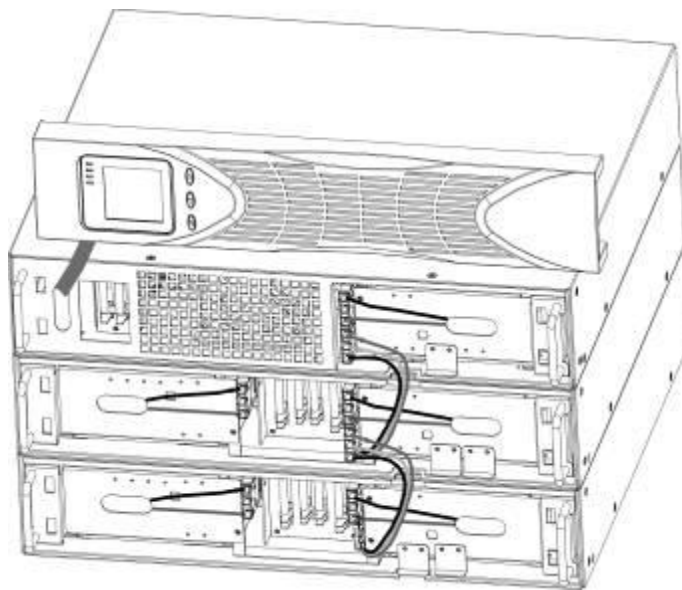

Abb. 13: Typische EBP Installation
3. Bei der unteren (oder einzigen) EBP nur die obere Kabeldurchführung ausbrechen. (s. Abb. 13).
4. Wenn Sie mehrere EBP installieren, müssen Sie die obere und untere Kabeldurchführung ausbrechen. (s. Abb. 13).
5. Stecken Sie die EBP Kabel in die Batteriestecker wie in Abb. 13 dargestellt. Bis zu 4 EBPs können an eine USV angeschlossen werden. Verbinden Sie rot mit rot, drücken Sie die Stecker fest zusammen um eine sichere Verbindung herzustellen.